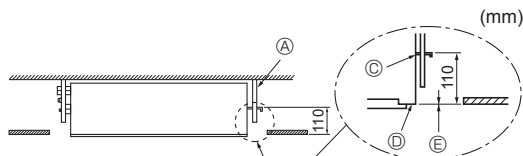

Fig. 2-9
5. Serrare tutti i dadi. (Fig. 2-9)
① Bullone di sospensione (3/8" o M10)
② Tubo di plastica trasparente
③ Parte inferiore della staffa
④ Fissare il pannello anteriore qui.
⑤ Far sì che queste superfici siano a livello fra loro (0 - 3 mm).